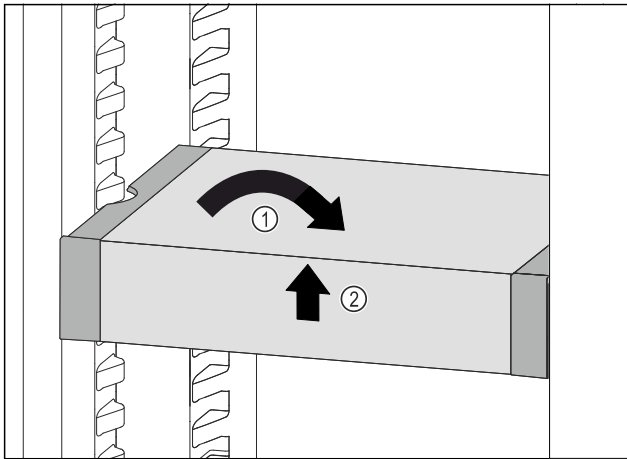

Fig. 165
- Remettre le VarioSafe droit. Fig. 165 (1)
- Soulever la partie avant du VarioSafe. Fig. 165 (2)